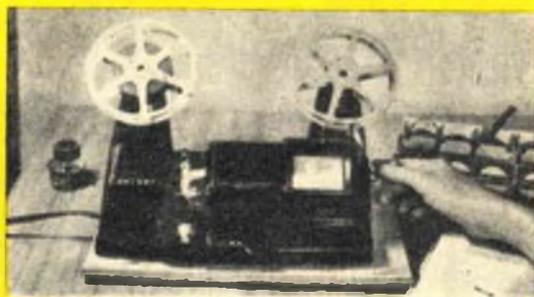

Fig. 3
**Fig. 3 - Nella moviola il film è visionato scena per scena con la velocità desiderata. Qualora una scena non interessi, o si intenda inserirla poi, si arresta il fotogramma nel punto desiderato e si procede al taglio.**